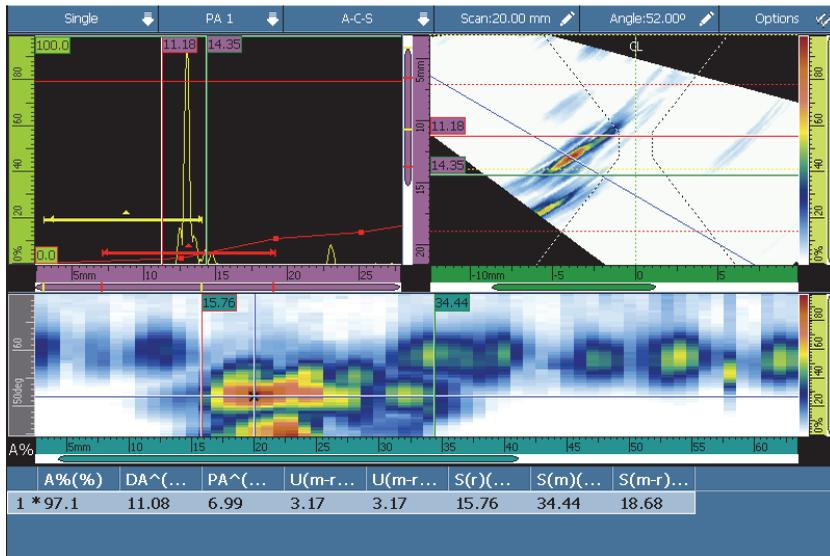

Abbildung 6-11 Fehlertabelle
1. Wählen Sie im Menü der Titelleiste **Optionen > Fehlertabelle** an, um eine Fehlertabelle unter dem Anzeigebereich anzuzeigen (siehe Abbildung 6-11 auf Seite 191).